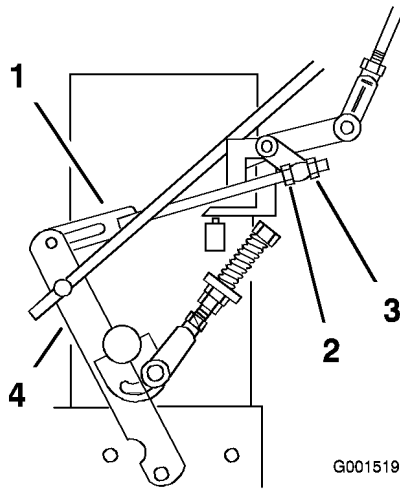

Figura 48
9. Afloje la tuerca de ajuste delantera del acoplamiento izquierdo del control hidrostático, según se muestra en Figura 48.
10. Gire la tuerca de ajuste izquierda trasera en el sentido contrario a las agujas del reloj hasta que la rueda gire hacia adelante (Figura 48).
mueva la palanca de control de la velocidad hacia adelante y hacia atrás a punto muerto. Repita esto hasta que la rueda izquierda deje de girar hacia adelante (Figura 48).
15. Apriete la tuerca delantera del acoplamiento izquierdo del control hidrostático, según se muestra en Figura 48.